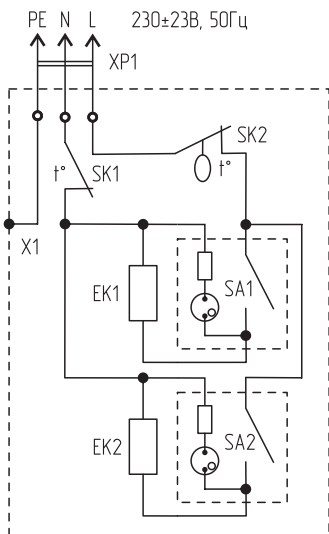

Рисунок 2.
5.2. Схема электрических соединений и узлов конвектора СБ-1000.1 показана на рис. 2, поз. А. Нагревательный элемент имеет один нагреватель EK1, в цепь питания которого включен рокерный переключатель с подсветкой SA1, термовыключатель защиты от перегрева SK1 и биметаллический термостат SK2.
5.3. Схема электрических соединений и узлов конвектора СБ-1500.2, СБ-2000.2 показана на рис. 2, поз. Б. Нагревательный элемент имеет два независимых нагревателя EK1 и EK2, которые могут включаться независимо друг от друга, обеспечивая 100% или 50% номинальной мощности конвектора. В цепь питания нагревателей включены рокерные переключатели с подсветкой SA1 и SA2, термовыключатель защиты от перегрева SK1 и биметаллический термостат SK2.